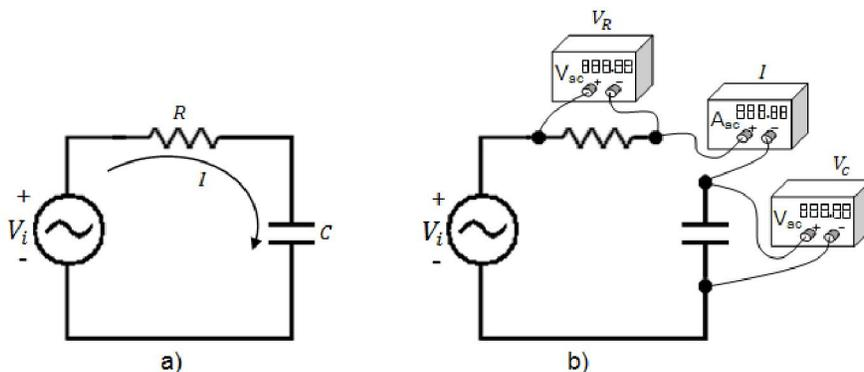

Figura 6.4. Circuito resistivo-capacitivo serie
a).- Construya el circuito de la figura 6.4, con $V_i = 5 \text{ sen}(\omega t)$ de frecuencia $f = 1 \text{ KHz}$ y seleccione la resistencia que este dentro del rango de $2\text{K}\Omega \leq R \leq 900\text{K}\Omega$. Mida el voltaje, corriente de cada resistencia del circuito y llene la tabla 6.8.